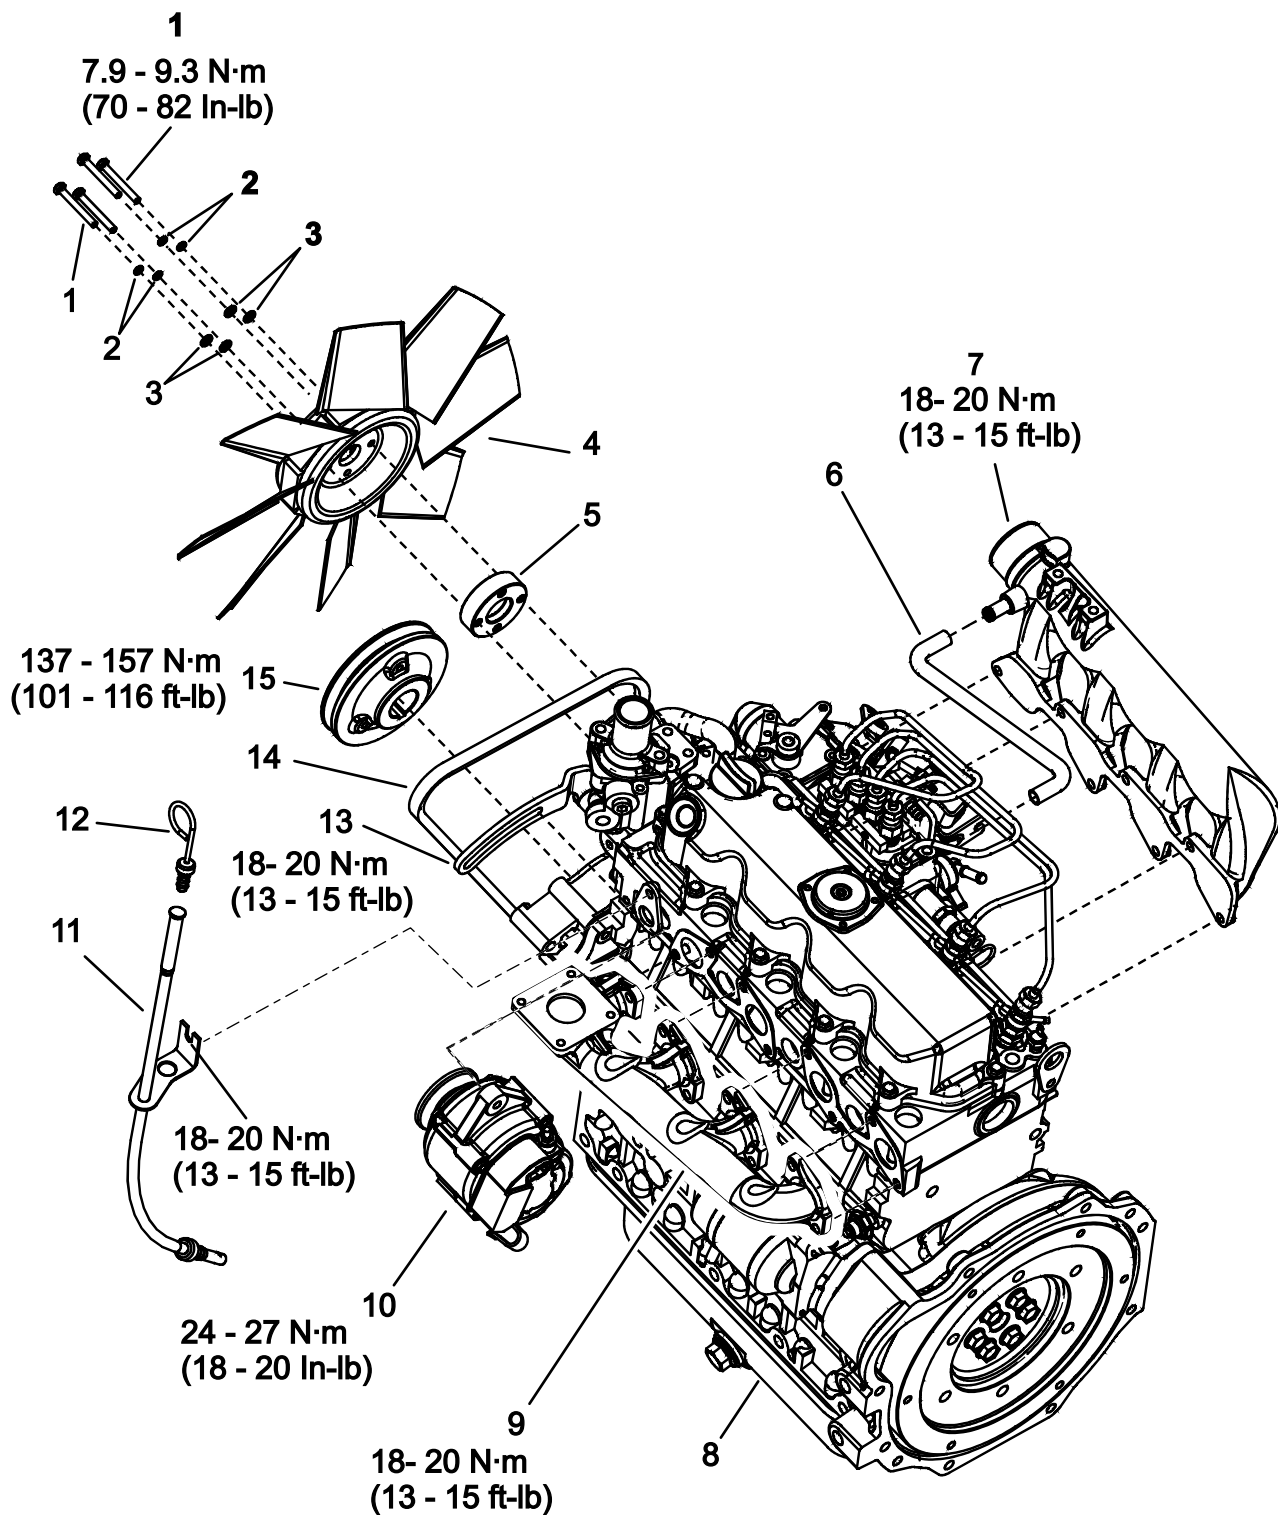

図 5
1. 古いエンジンから図 5に示すパーツを外して新しいエンジンに取り付ける。